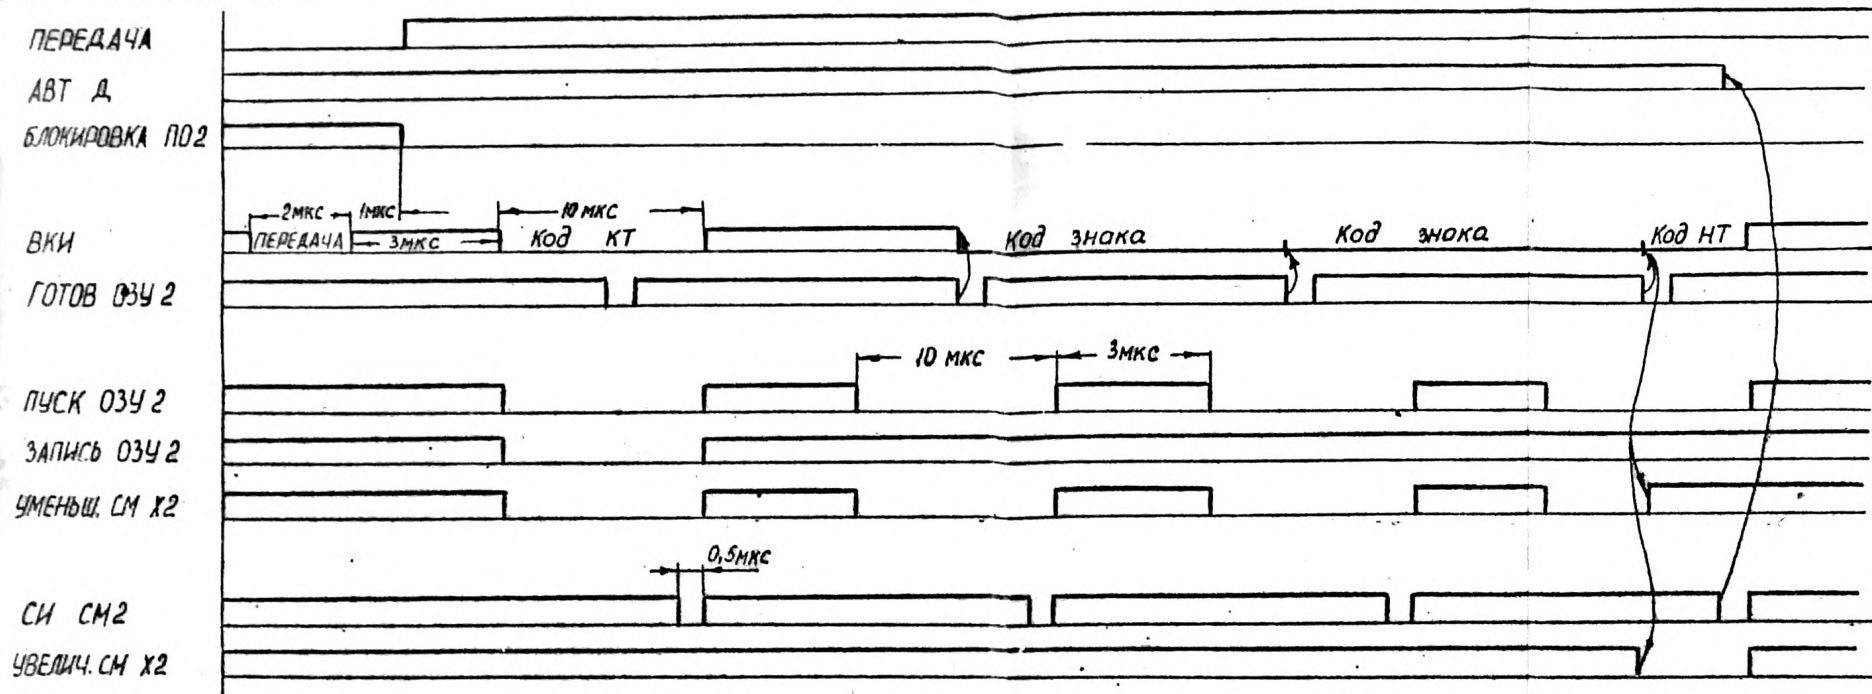
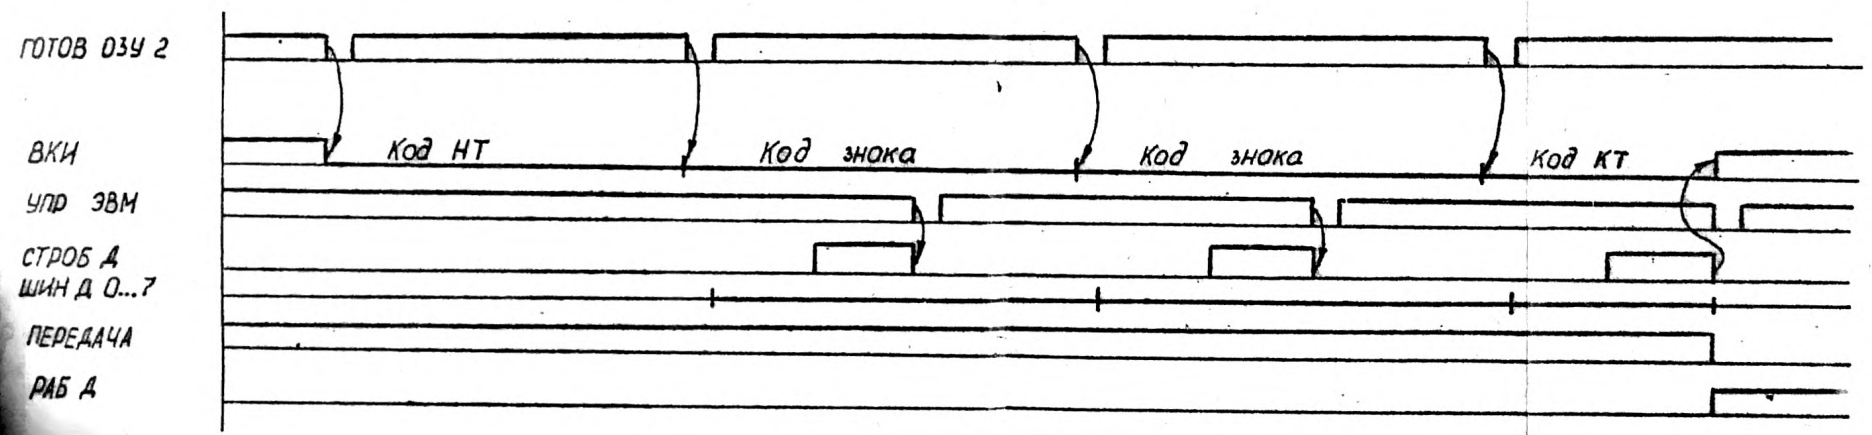

Рис.3 Временная диаграмма работы УСЛ-П в режиме ПОИСК НТ
Рис.4 Временная диаграмма режима ПЕРЕДАЧА ИНФ в ЗВМ
- отыскивает код НАЧАЛО ТЕКСТА (НТ) в ОЗУ и считывает с этого места информацию в ЭВМ. Временная диаграмма работы УСЛ-П в режиме ПЕРЕДАЧА показана на рис.3 и рис.4. На все время режима ПЕРЕДАЧА УСЛ-П блокирует пульт оператора, выставляя на шине БЛОКИРОВКА ПО2 низкий уровень через 1 мкс после окончания кода ПЕРЕДАЧА (Ш У41/8, У52/3, У52/6, У54/3, У54/6, У54/8, У54/11, У51/3, У19/9, У71/3, У32/13, Ш2/А19); на шине ПЕРЕДАЧА (SEND) устанавливается высокий уровень (Ш У41/8, У53/8, У57/8, Ш1/А5).
Тг ШИФР КТ формирует код КТ на схему Вых Кл ПР (П1 У69/6, Ш2/Б26, П2 Ш2/Б26, У14/3, У14/6) и разрешает формирование сигнала ЗАПИСЬ ОЗУ2 (П1 У69/5, Ш2/А26, П2 Ш2/А26, У66/6, У71/6, У73/1, Ш2/А28) в РИН-609. Сигнал ЗАПИСЬ ОЗУ2 (П2 У71/6) открывает Вых Кл ПР и на шинах ВКИ устанавливается код КТ (П2 У15/1, У15/4, Ш1/А1, Б3). В РИН-609 выдается также сигнал ПУСК ОЗУ2, разрешение на формирование этого сигнала поступает с Тг ПЕРЕДАЧА (П1 У53/9, Ш2/А20, П2 Ш2/А20, У67/8, У72/6, У73/4, Ш2/Б29). Одновременно с записью кода КТ УСЛ-П входит в режим поиска кода НАЧАЛО ТЕКСТА (НТ) - (диаграмма на рис.3). Для этого выдаются сигналы СИ СМ2 (П2 У56/3, У76/6, У37/8, У37/11, У70/9, У73/10, Ш2/Б28) и УМЕНЬШЕНИЕ СМУ2 (П2 У57/6, У66/8, У63/11, У73/13, Ш2/А27). Разрешение на формирование сигнала УМЕНЬШЕНИЕ СМУ2 подается с Тг ПОИСК НТ (П1 У69/9, Ш2/Б25, П2 Ш2/А21, У66/8). Первый сигнал УМЕНЬШЕНИЕ СМУ2 выдается одновременно с записью кода КТ.
Диаграмма работы УСЛ-П в этом подрежиме представлена на рис.4. В подрежиме ПЕРЕДАЧА ИНФОРМАЦИИ в ЭВМ запуск ФУ производится сигналом СТРОБ УПР ЭВМ. Принятый сигнал УПР ЭВМ (Ш Ш2/А8, У25/6) стробируется по переднему фронту (Ш У27/3, У27/6, У27/8). Длительность сигнала СТРОБ УПР ЭВМ - 0,1+0,15 мкс. СТРОБ УПР ЭВМ, задержанный на 3 мкс, производит установку в "0" РЕГ ПЕР и запускает ФУ(Ш У27/8, У48/6, У64/11, У71/11, У62/3, У62/6, У62/8, У62/11, У64/6, У66/8, Ш2/А29, П2 Ш2/А29). В УУ формируются сигналы ПУСК ОЗУ2, УВЕЛИЧЕНИЕ СМ Х2, СИ СМ2.